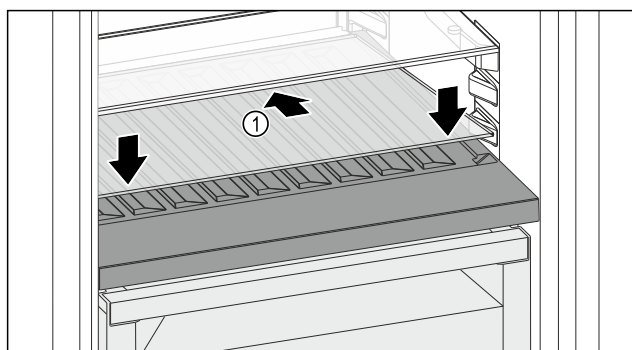

Fig. 179
- Skleněnou desku Fig. 179 (1) zasuňte šikmo a skloněnou dozadu dolů.
- Skleněnou desku Fig. 179 (1) vpředu spusťte dolů.